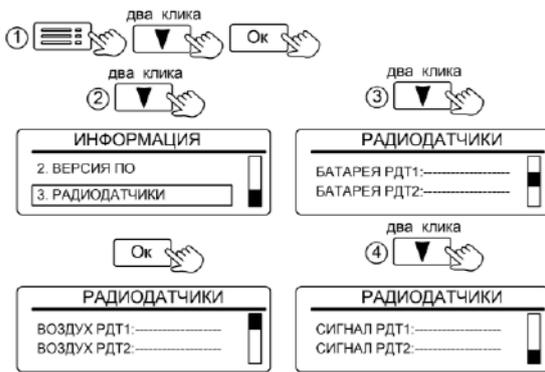

Рисунок 30. Вид вкладки «РАДИОДАТЧИКИ»
11.3.3 Окно «3.РАДИОДАТЧИКИ» отображает информацию о температуре воздуха в зонах, где они установлены (рис. 30).